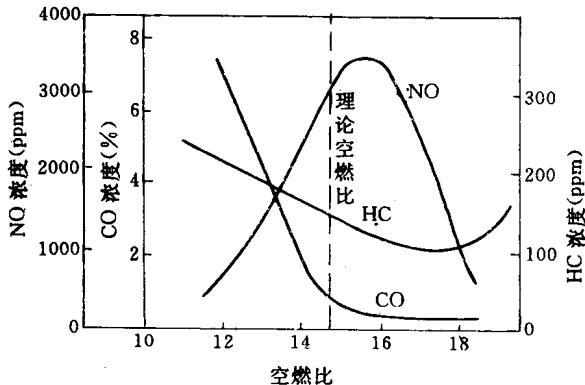

图 1-2 排气中有害排放物随空燃比变化的情况
(1) 排气中 CO 的浓度，大致上取决于空燃比。当混合气较稀，空燃比在 16 以上时，空燃比的变化对 CO 影响不大，而当空燃比小于 16 时，随着空燃比的减小，CO 的浓度便急剧增加（见图 1-2）。所以，发动机运行时，只要燃烧稳定，并使空燃比保持在 16 以上，就能把 CO 控制在最小范围。
(2) HC 是不完全燃烧的产物。如果燃烧过程中
等有机物变性，对环境造成很大的危害，所以受到排放法规的严格限制。HC 的排放浓度随着空燃比变化的情况如图 1-2 所示，当空燃比保持在 17 左右，HC 的排放浓度最低，与此相比，无论混合气变浓或变稀，HC 的浓度都增加。
(3) 发动机所排出的氮的氧化物，绝大部分是 NO，也含有少量  $\text{NO}_2$  等成分，通常把它们的混合物统称为氮的氧化物 ( $\text{NO}_x$ )，它们是在燃烧高温情况下空气中的氧和氮两种元素发生氧化反应而生成。它的产生条件是需要高温及富氧的环境，所以在发动机大负荷运行，燃烧比较完全的情况下，它的排放浓度就大。氮的氧化物  $\text{NO}_x$  随空燃比而变化的情况如图 1-2 所示，当气缸内混合气的空燃比在 16 左右时， $\text{NO}_x$  的排放量最多，在比之更浓或更稀的混合气中，其排放量都迅速减少。